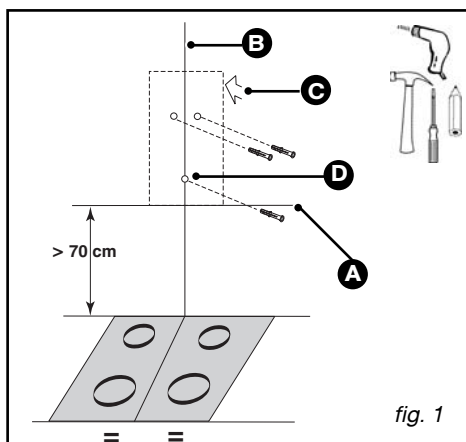

fig. 1
– Faça um traço horizontal no mínimo a 70 cm da placa de cozinha ou do fogão (A/fig.1).
– Faça um traço vertical (B/fig.1) na parede, centrado em relação ao fogão ou à placa de cozinha e que vá do tecto até ao limite do traço horizontal anterior (A).
– Coloque o modelo na parede (C/fig. 1).
– Coloque o parafuso anti-elevação (D/fig 1)
– Coloque o suporte metálico da chaminé na parede, encoste-o ao tecto e fixe-o com os dois parafusos (fig. 1).